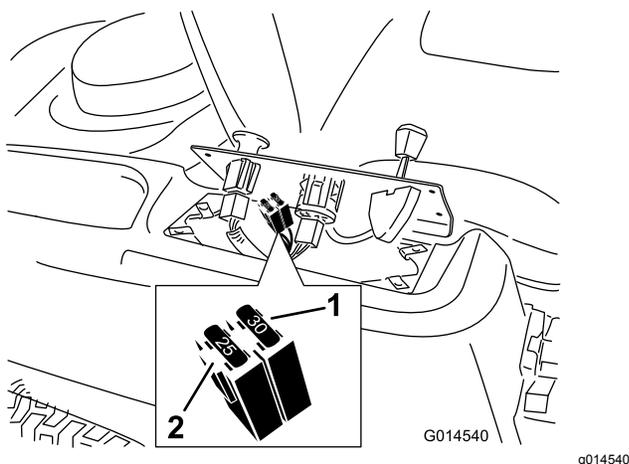

Рисунок 50
2. Поднимите панель управления для получения доступа к главному жгуту проводов и блоку предохранителей (Рисунок 50).
3. Чтобы заменить предохранитель, вытяните его из разъема (Рисунок 50).